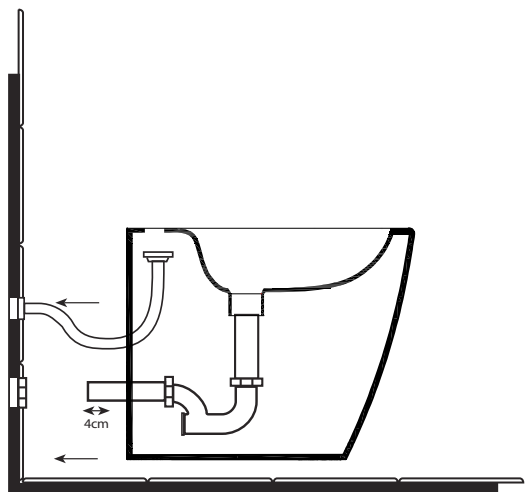

FIGURA 6
5) Per i vasi con scarico a parete Figura 6 posizionare il raccordo direttamente sulla flangia a parete. Posizionare la protezione ZIG-ZAG (che trovate nell'imballo) sulla parete posteriore del sanitario seguendo le istruzioni riportate sulla scatola.
4) Spingere il sanitario verso il muro facendo attenzione che il raccordo si innesti al canotto e muovere lateralmente il pezzo come da Figura 6 sino a quando il sanitario si aggancia alle staffe.